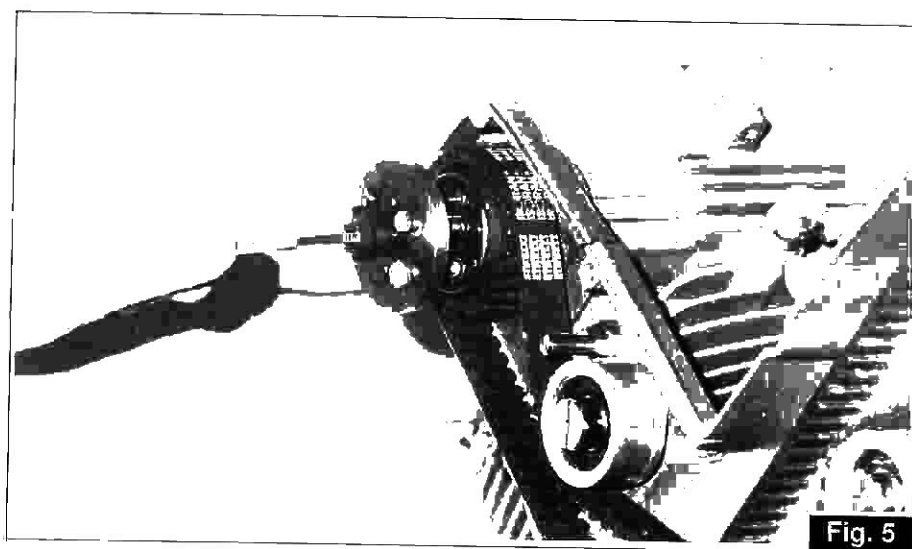

Fig. 5
- L'ingranaggio di trascinamento delle pulegge sugli alberi a camme può essere tolto utilizzando l'apposito attrezzo estrattore cod. 30 94 83 00 (fig. 5/6). Allentare il tendicinghia e togliere le pulegge di comando distribuzione.
- The pulley drive gear on the cam shafts can be removed using the appropriate extractor tool cod. 30 94 83 00 (fig.5/6). Loosen the belt stretcher and remove the timing system command pulleys.